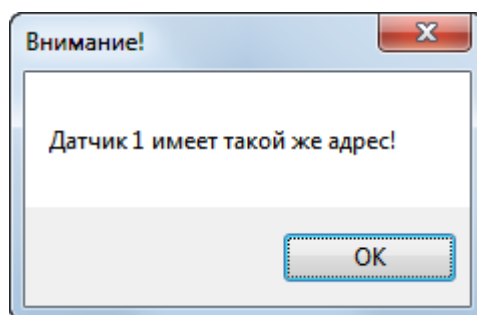

Рисунок 69
4.2.5. Во время настройки интерфейса RS-485 на вкладке **RS232/RS485** (см. Рисунок 22) при вводе сетевого адреса подключенного датчика выдается сообщение (Рисунок 69), в котором оператор предупреждается о повторении вводимого адреса.